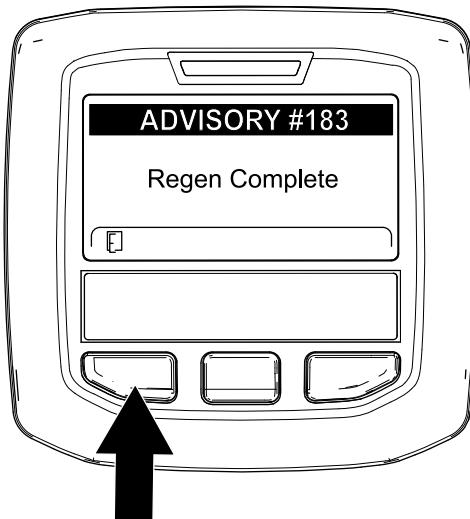

図 65
9. 駐車再生やリカバリ再生が終了すると、インフォセンターにアドバイスNo. 183 が表示される図 65。左ボタンを押してホーム画面に戻る。
注 再生に失敗した場合は、インフォセンターにアドバイス No. 184 図 65 が表示される。左ボタンを押してホーム画面に戻る。